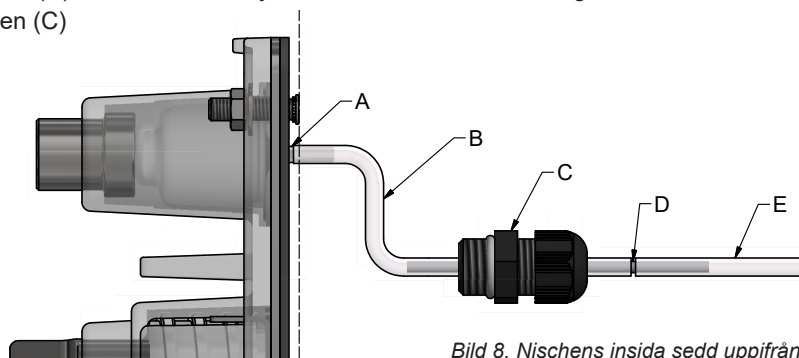

Bild 8. Nischens insida sedd uppifrån.
1. Klipp till en bit av medföljande slang till del 1 av startslangen (B), den inre delen, se bild 8.